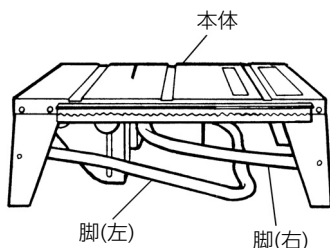

図 10
- (1) 工場出荷時には脚（左）、（右）を図 10 のように折りたたんであります。本体を傾斜のない平坦な場所へ置きます。